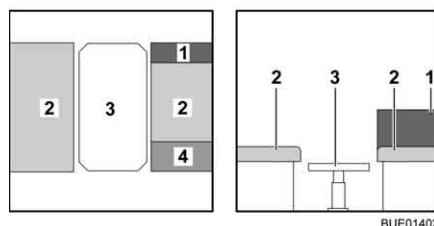

Fig. 122 Durante la trasformazione
- Estrarre la prolunga della panca (Fig. 122,4).